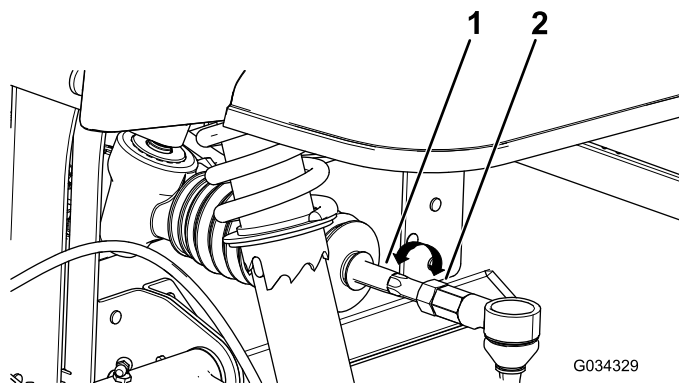

Рисунок 55
4. Если измеренное значение не находится в пределах 0 ± 3 мм, ослабьте контргайки с наружных концов тяг (Рисунок 55).